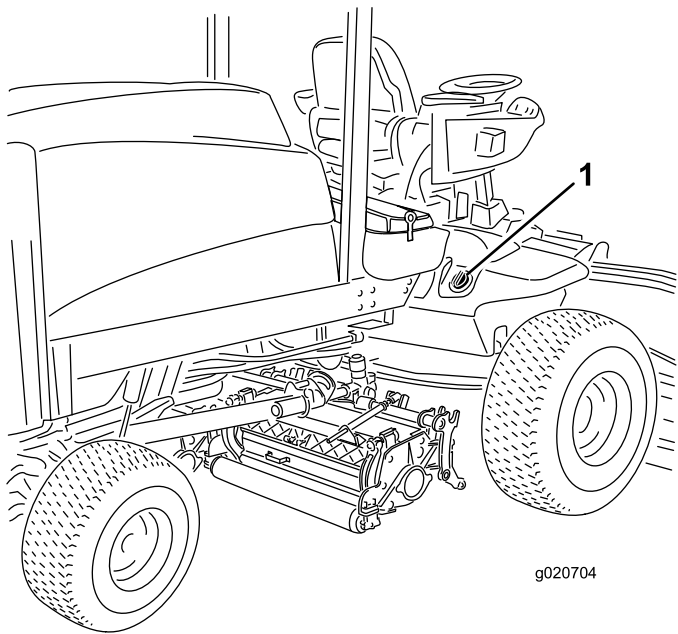

Bild 36
2. Reinigen Sie den Bereich um den Füllstutzen und den Deckel des Hydraulikbehälters (Bild 36).